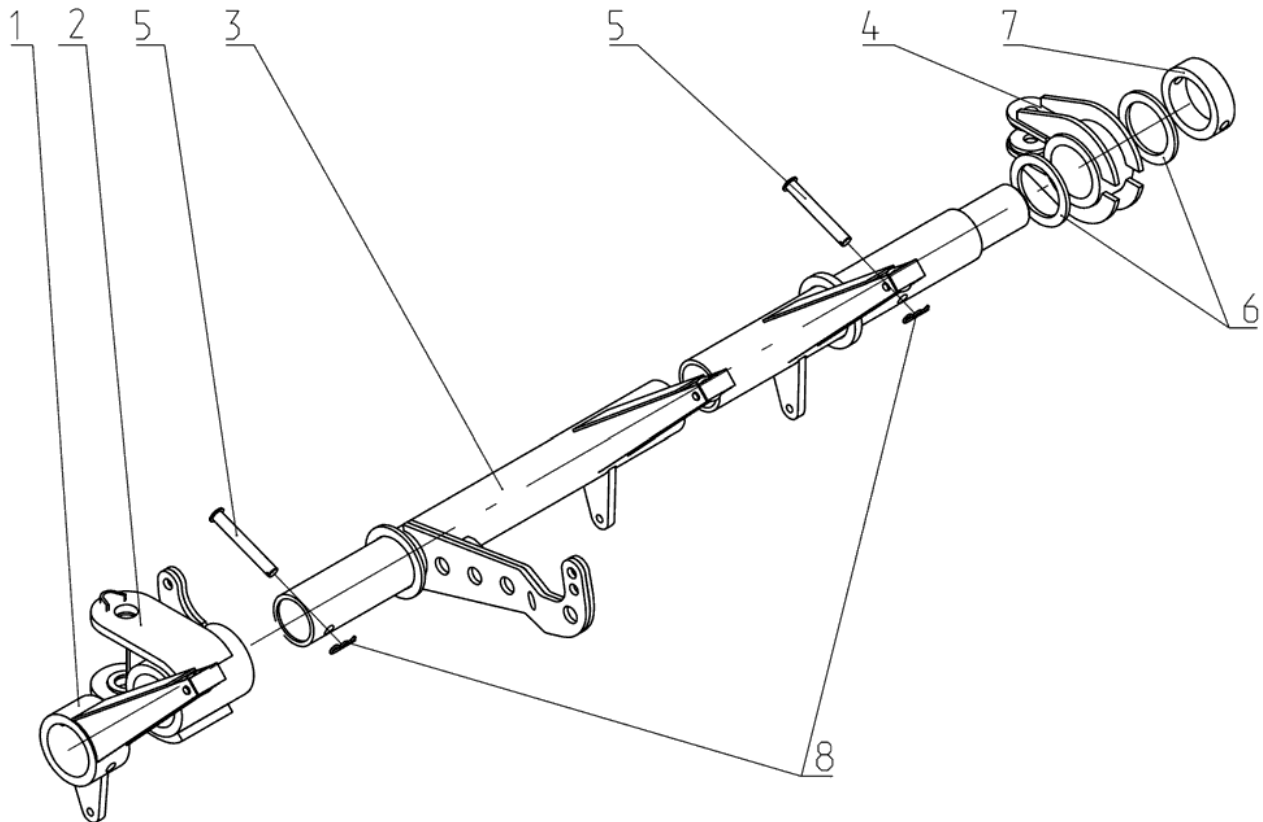
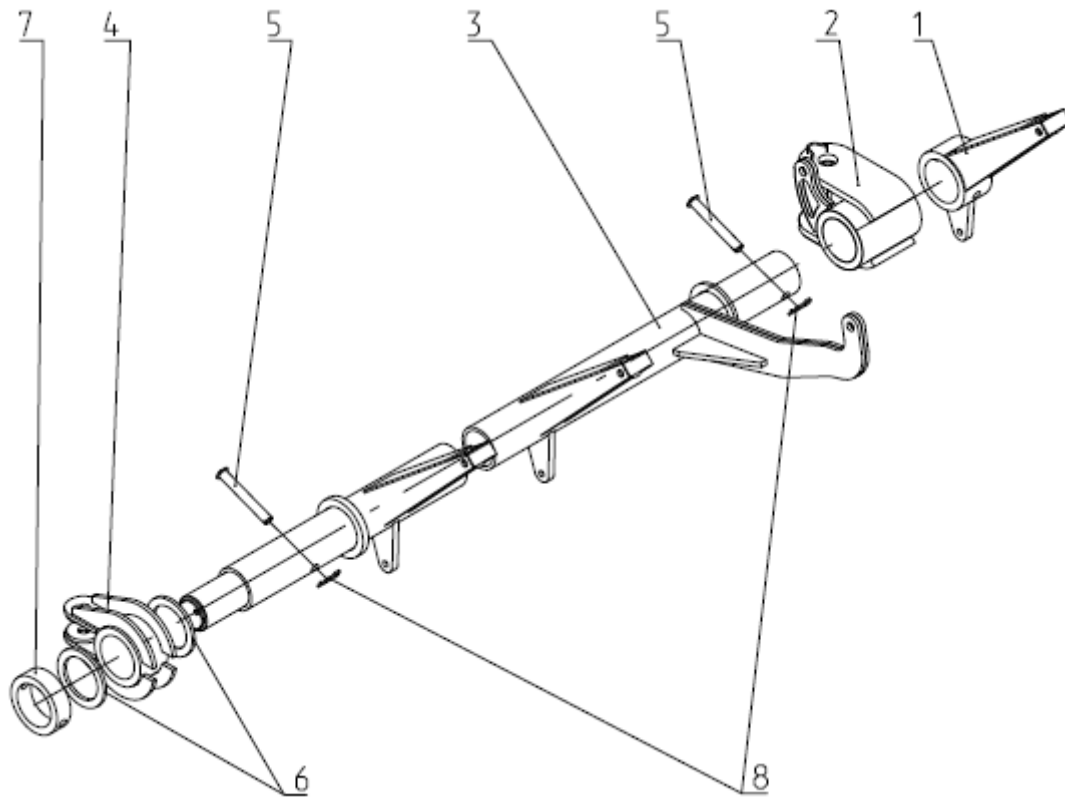
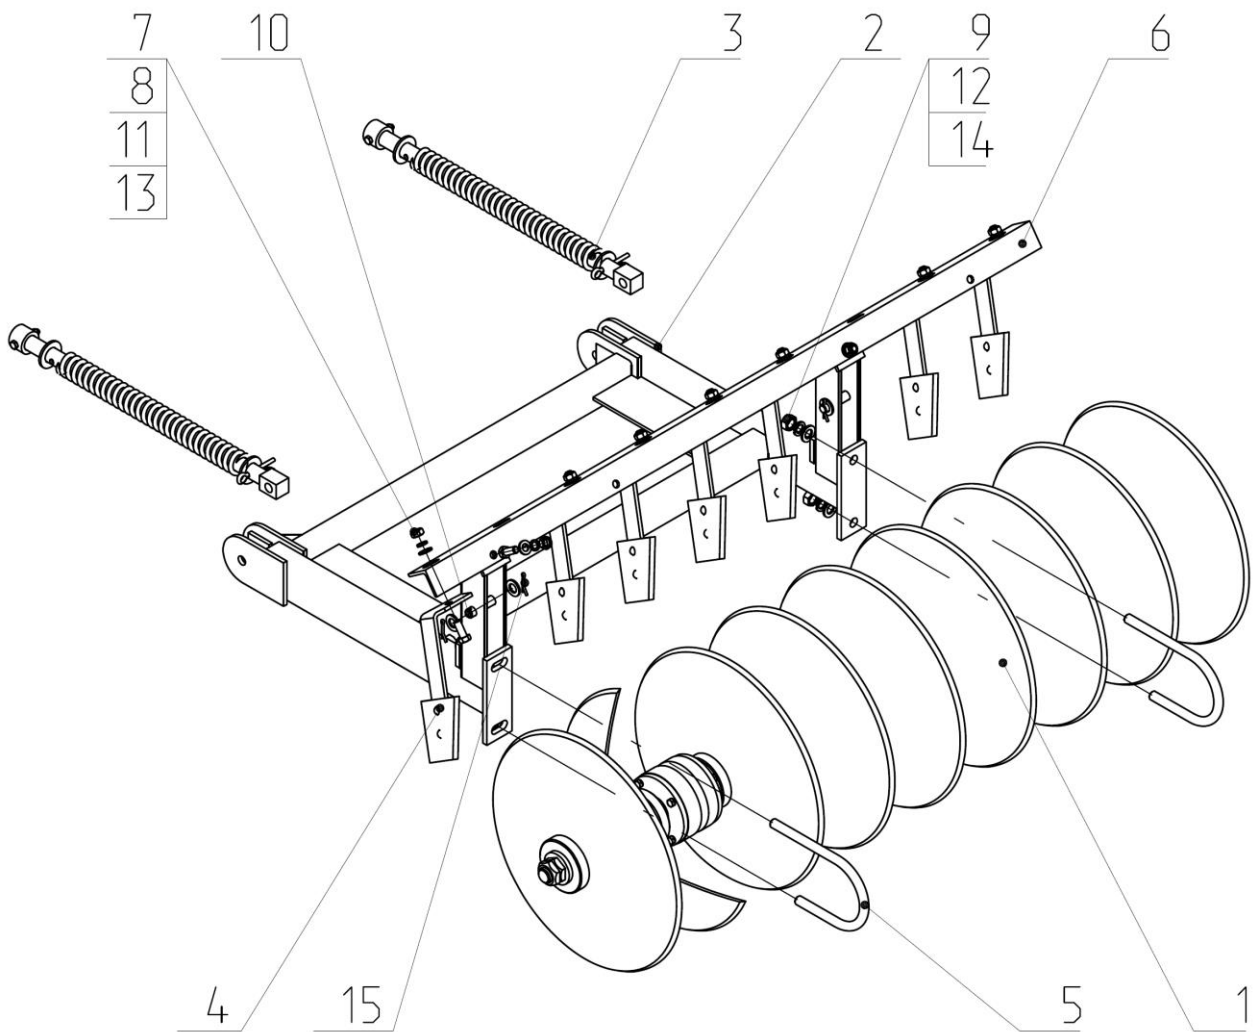

Рис.6. ЛДГ 01.220 Брус правый.
Рис.7. ЛДГ 01.030-01 Брус левый.
Рис.8 ЛДГ 02.010 Секция правая в сборе.
2.17.Брус правый (Рис.6) предназначен для навешивания секций батарей (Рис.8) и перевода их в рабочее положение из транспортного и обратно. Брус правый левым концом присоединяется к снице, а правым к колесной паре.
2.18. В состав бруса правого (Рис.6) входят стойки 1, корпус 2, брус 3, проушина 4, фиксатор 5, шайба 6, кольцо 7 и шплинт пружинный 8. Брус левый (Рис. 7) является зеркальным отражением бруса правого и присоединяется правым концом к секции центральной, а левым к колесной паре.
2.19.Секция правая в сборе (Рис.8) состоит из батареи 1, которая является основным рабочим органом, рамки 2, к которой прикручиваются уголок 6 с чистиками 4.